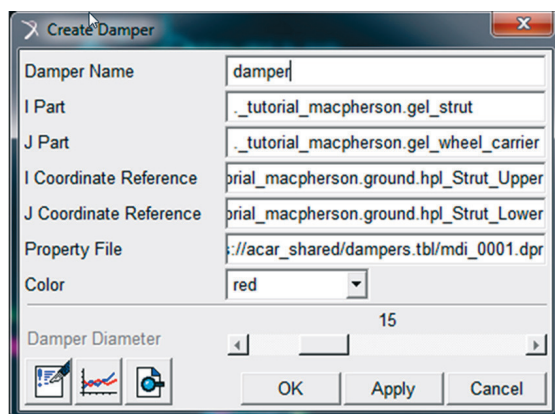

Figura 4.69 – Definição do amortecedor da suspensão.
- O preenchimento dos campos da janela *Create Damper* é muito semelhante ao da Etapa 13, conforme mostrado na Figura 4.69. O amortecedor também é definido entre os corpos rígidos *strut* e *wheel\_carrier* e sua curva característica pode ser inserida do próprio software ou editada manualmente pelo usuário e utilizada no modelo. Como se pode observar na Figura 4.69, no campo *Property File*, as propriedades do amortecedor são definidas no arquivo especificado na biblioteca do software.